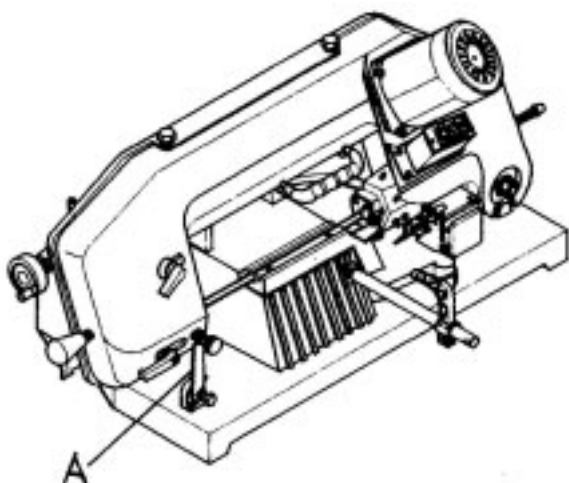

Fig. 1
Desserrez la patte de blocage (A) de la Fig. 1, pour libérer la scie. Après utilisation, remettez en place la patte de blocage et serrez-la correctement pour assurer votre sécurité lors du transport. Tout défaut d'observation de cet avertissement risque d'entraîner des lésions corporelles et l'endommagement de la machine.